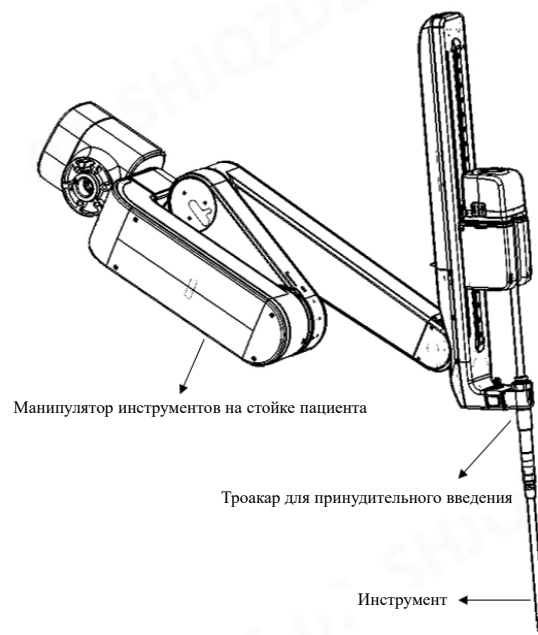

Рис. 2.15. Схематическое изображение троакара для принудительного введения, установленного в манипулятор инструментов
6. Введите инструмент/эндоскоп в тело пациента через канал, созданный канюлей троакара. Схема установки инструмента приведена на рис. 2.15.
- ① Примечание: Порядок установки инструмента/эндоскопа в манипулятор инструментов см. в руководстве пользователя эндоскопической хирургической системы MT-1000.
- ① Примечание: Следует использовать только адаптер троакара, поставляемый компанией MicroPort MedBot.